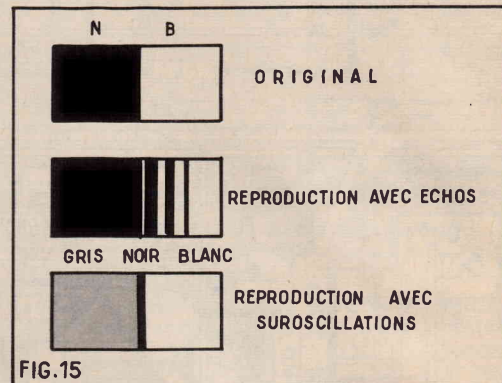

FIG.15
d) il n'y a pas des suroscillations importantes ou des échos de niveau élevé (voir figure 15).